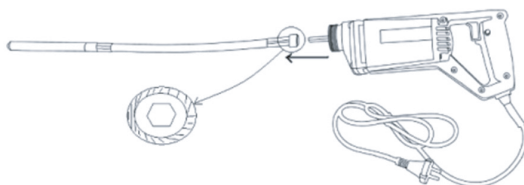

Figura 4: Sentido de encaixe do mangote no vibrador.
1. Encaixe a saída do mangote no eixo do vibrador, no sentido indicado na Figura 4 abaixo: